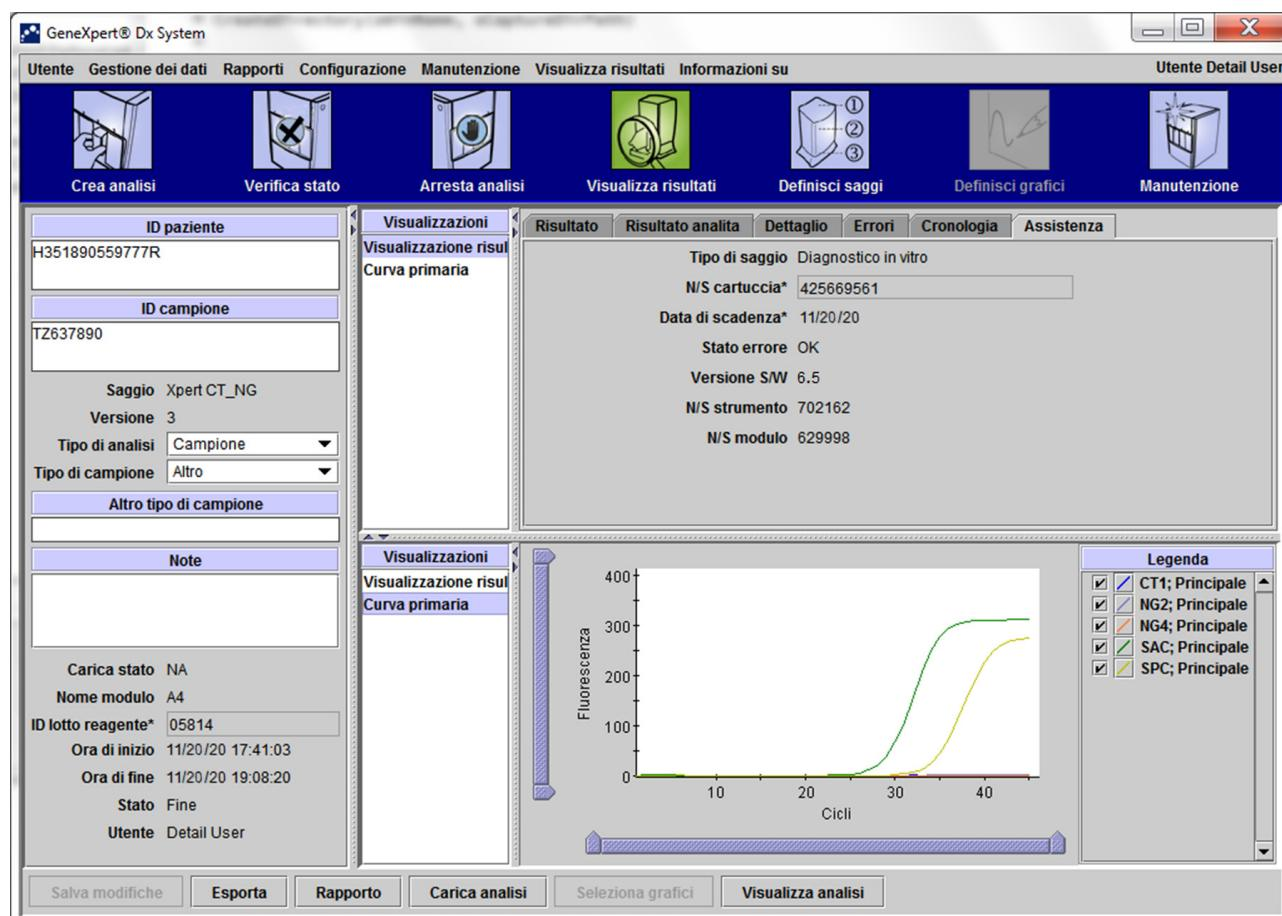

Figura 5-46. Finestra GeneXpert Dx—Visualizza risultati, scheda Assistenza con vista degli utenti avanzati e dell'amministratore
Per ciascun test è possibile modificare le informazioni nei campi ID paziente e ID 2 del paziente (se sono abilitati), ID campione, Tipo di analisi, Tipo di campione, Altro tipo di campione e Note. A tale scopo, nella finestra Visualizza risultati (vedere la Figura 5-46), modificare i campi ID campione, Tipo di analisi, Tipo di campione, Altro tipo di campione e Note (vedere la Figura 5-46). Gli ID dei campioni non possono contenere i seguenti caratteri: | @ ^ ~ & / : * ? " < > ' & % ! ; () - .
1. Nella finestra GeneXpert Dx System, fare clic su **Visualizza risultati** nella barra dei menu. Viene visualizzata la scheda **Risultato**. Vedere la Figura 5-46.